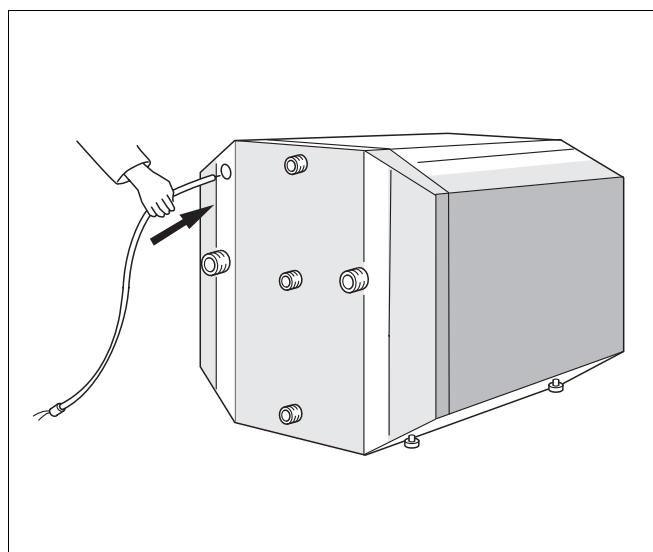
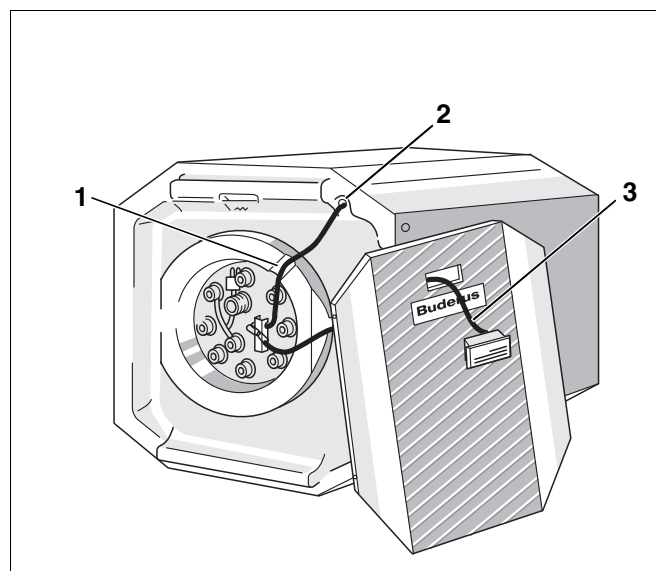
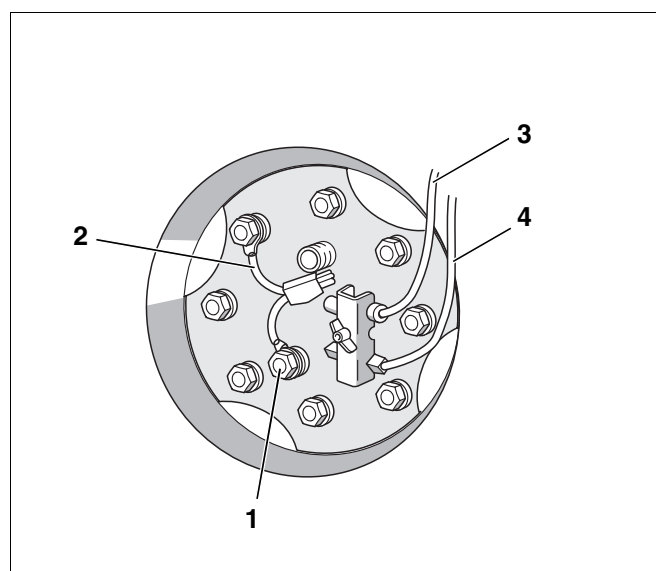

Рис. 5 Крепление датчика на крышке люка
Рис. 6 Прокладка кабеля датчика
Рис. 7 Крышка люка
- Ввести датчик регулятора температуры горячей воды\* (рис. 7, поз. 3 на стр. 7) с задней стороны бака в отверстие кабельного канала (рис. 5).
- Вынуть датчик из канала (рис. 6, поз. 2) на передней стороне бака и провести к креплению датчиков на крышке люка (рис. 6).
- Провести датчик для термометра горячей воды (рис. 6, поз. 3 и рис. 7, поз. 4) спереди через вырез в передней стенке кожуха и установить корпус термометра в вырез.
- Размотать провод датчика и провести через прорезь (рис. 6, поз. 1) в теплоизоляции к креплению датчика на крышке люка (рис. 6).
- Отвернуть барашковую гайку крепления датчиков, установить датчики в соответствии с их геометрической формой или диаметром в крепежную планку (рис. 7).
- Проверить, подключен ли заземляющий кабель (рис. 7, поз. 2) магниевого анода (рис. 7, поз. 1) к крепежному болту крышки люка (рис. 7).
- Соединить штекер заземляющего кабеля с кабелем системы управления (рис. 7).